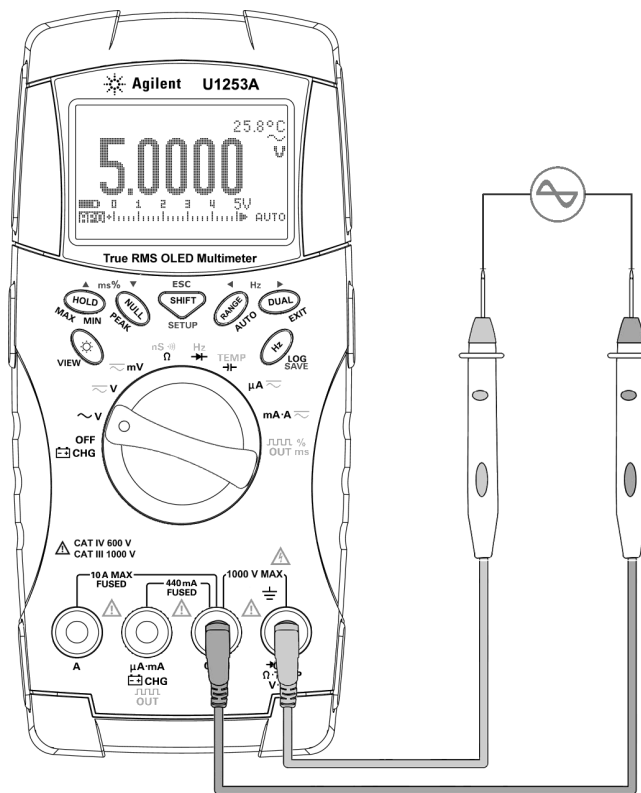

图 2-1 测量交流电压
- 3 将红色和黑色测试引线分别与输入端子 **V.mV**（红色）和 **COM**（黑色）连接（请参阅第 29 页上的图 2-1）。